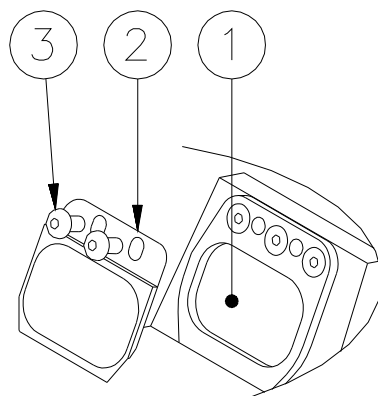

Figura 23 – Pulizia del prisma
- Rimuovere il telaio portafiltro (Figura 23 - n°2) svitando le relative viti TBEI M5x10 (Figura 23 - n°3)
- Pulire la superficie del prisma (Figura 23 - n°1) con prodotto non abrasivo